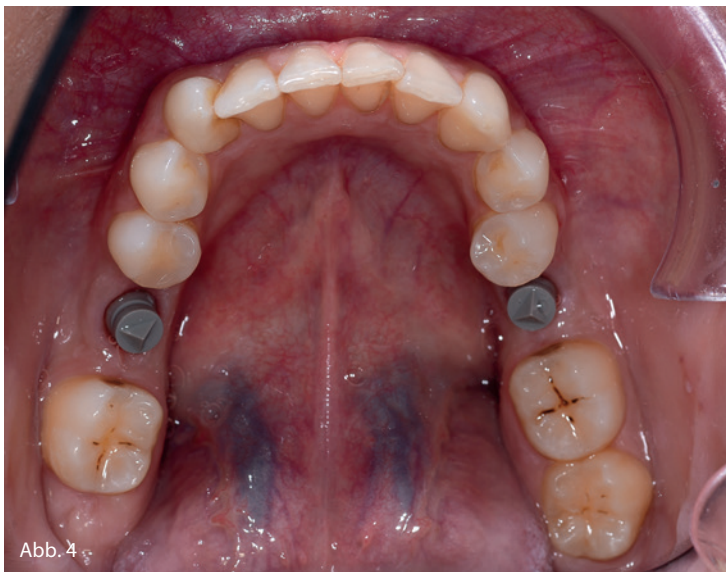
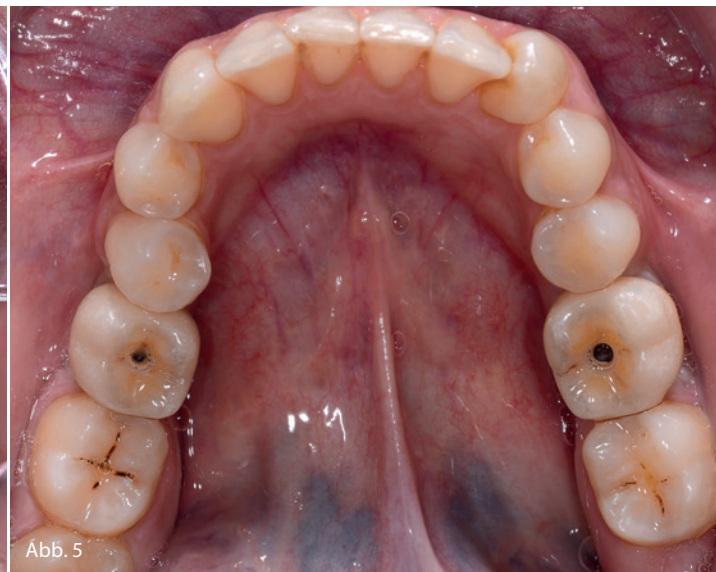
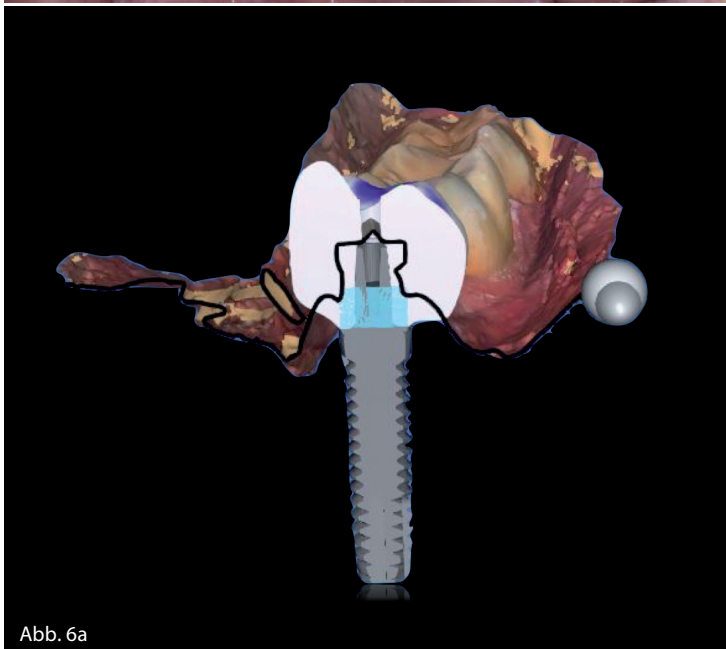
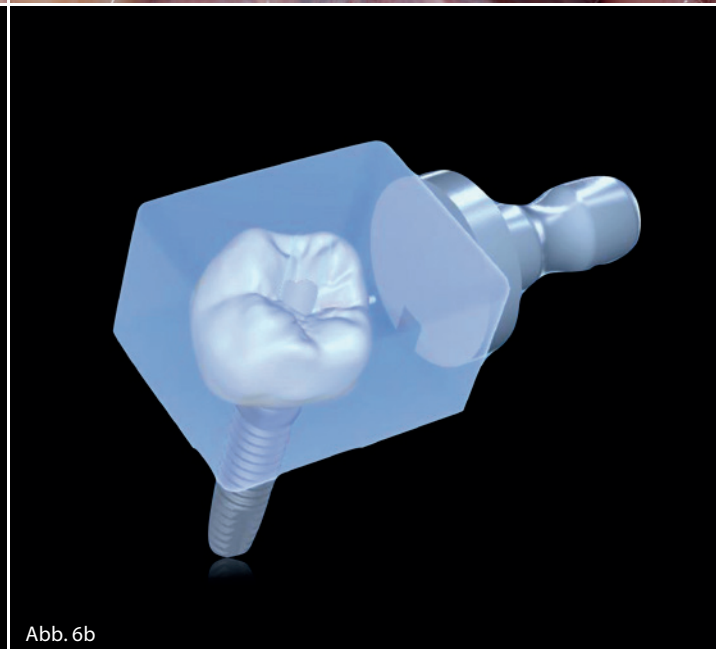

Abb. 4
Abb. 5
Abb. 6a
Abb. 6b
**Abb. 4:** Für die CAD/CAM-Herstellung war die Digitalisierung der Situation mit Scanpfosten erforderlich. **Abb. 5:** Die Krone aus VITA ENAMIC wurde bereits verschraubt, der Schraubenkanal ist noch zu versiegeln. **Abb. 6a:** Die Implantatkrone wurde virtuell konstruiert. **Abb. 6b:** Die Schleifvorschau vor dem CAM-Prozess.